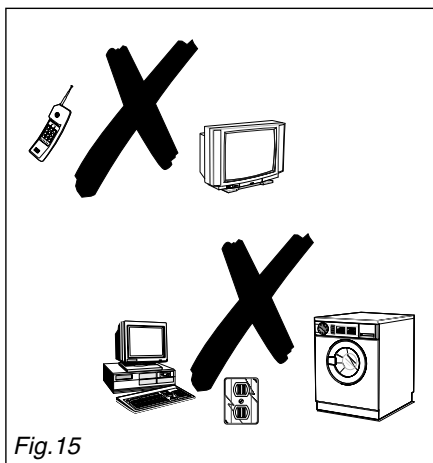

Fig. 15
3.3.3 Instructions de montage (fig. 15)